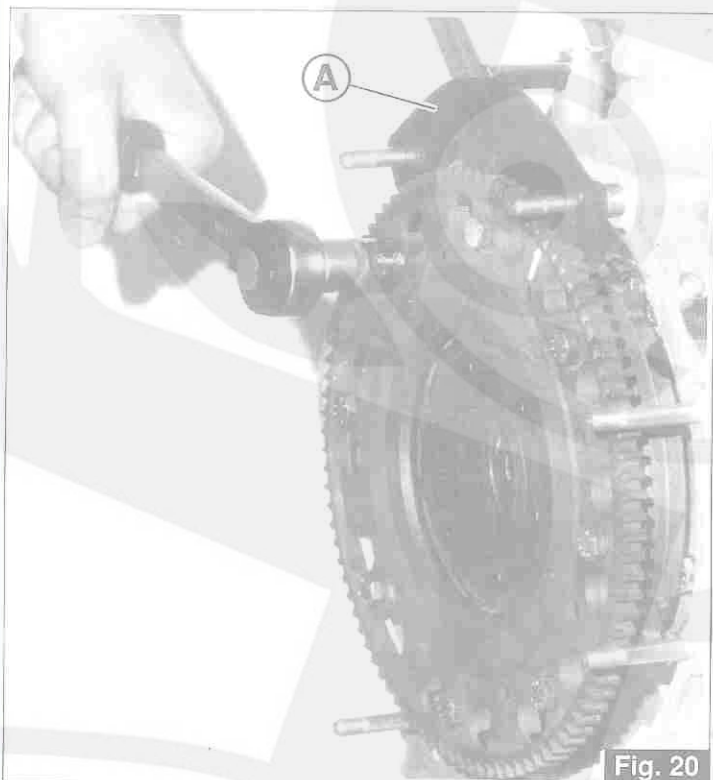
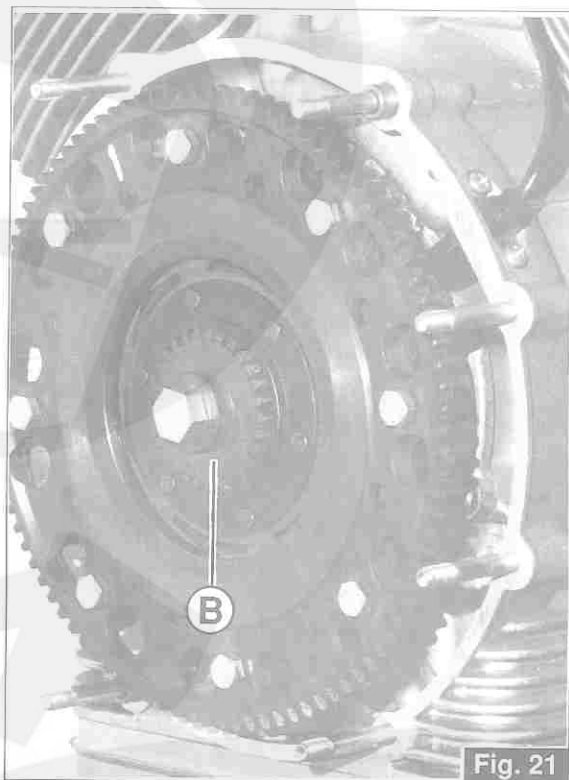

Fig. 20
Fig. 21
– Utilizzando l'apposito attrezzo «A» (fig. 20) cod. 12 91 18 01 di bloccaggio della corona avviamento, svitare le 8 viti di tenuta e togliere la corona avviamento e i dischi frizione, dopo aver montato l'apposito attrezzo «B» (fig. 21) cod. 30 90 65 10 per compressione delle molle frizione.
– Using the appropriate tool A (fig. 20) cod. 12 91 18 01 to lock the starting ring gear, unscrew the 8 seal screws and remove the starting ring gear and the clutch discs, after fitting the appropriate tool «B» (fig. 21) cod. 30 90 65 10 to compress the clutch springs.